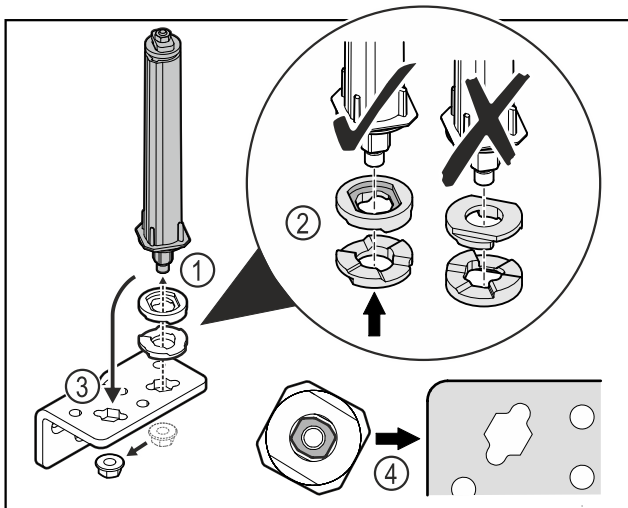

Fig. 37
- ▶ Отпустите гайку и демонтируйте систему закрытия двери Fig. 37 (1).
- ▶ Учитывайте правильность выравнивания шайб для регулировки высоты Fig. 37 (2).
- ▶ Переставьте систему закрытия двери в шарнирный уголок и зафиксируйте гайкой Fig. 37 (3).
- ▶ При установке учитывайте правильность выравнивания системы закрытия двери Fig. 37 (4).